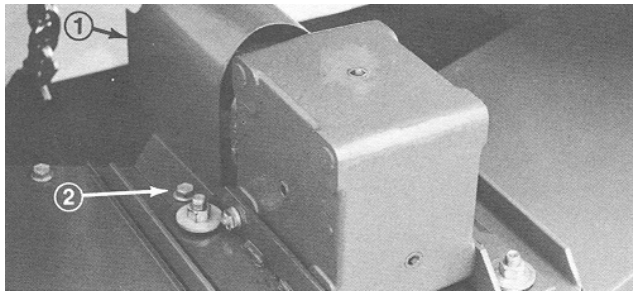

Bild 11
2. Nehmen Sie die zwei Blechschrauben ab, mit denen die ZWA-Schutzvorrichtung oben an der Befestigungsplatte des Getriebes befestigt ist (Bild 11). Stellen Sie das Mähwerk vor die Zugmaschine.